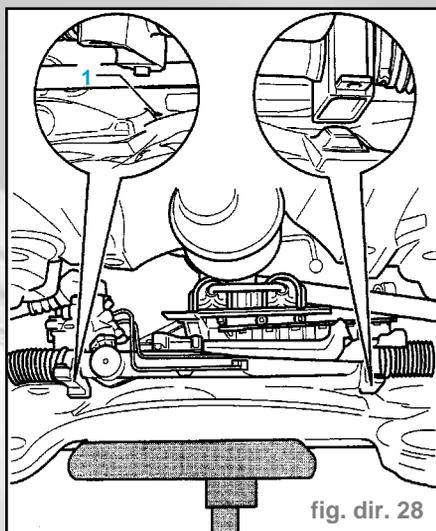

fig. dir. 28
- Mettre en place le mécanisme de direction avec la douille de guidage (1) dans le berceau et serrer les vis à la main (fig. dir. 28).